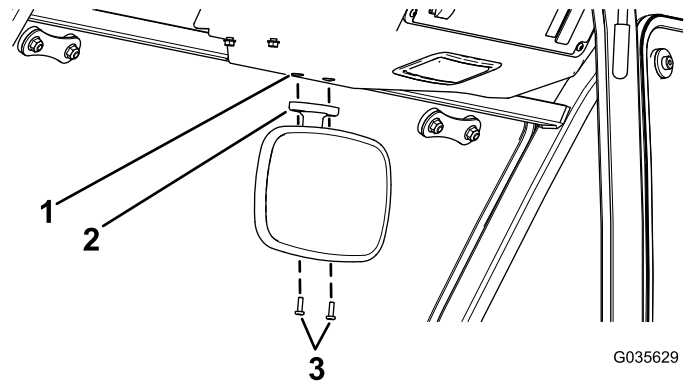
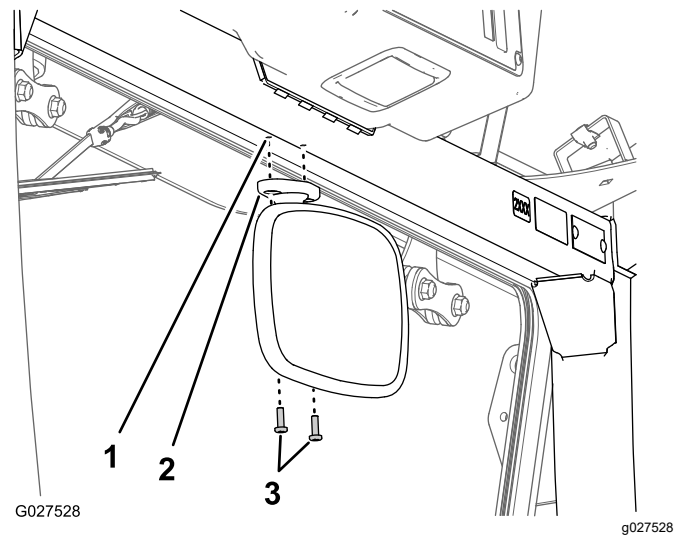

Bild 3
Bild 4
2. Fluchten Sie die Löcher in der Befestigung für den Spiegel mit den Löchern im oberen Kabinenrahmen aus (**Bild 3** oder **Bild 4**).
3. Befestigen Sie den Spiegel mit den zwei Kopfschrauben (Nr. 10 x $\frac{5}{8}$ ") am Kabinenrahmen, wie in **Bild 3** oder **Bild 4** abgebildet.